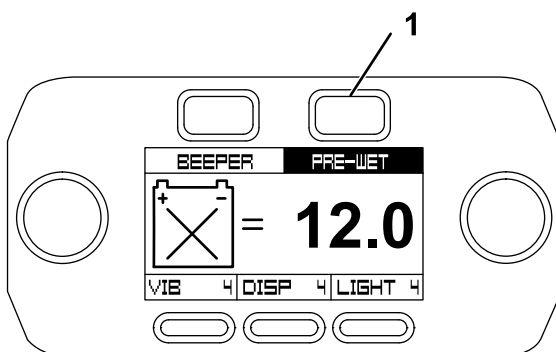

Figura 47
- Pulse el botón Pre-Wet (Figura 47).